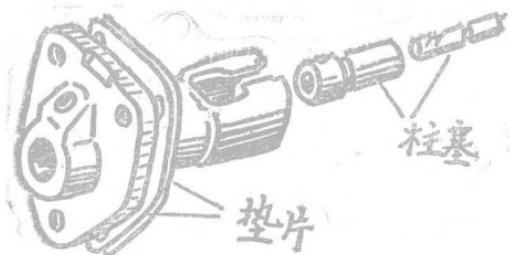

图8 更换柱塞副，要重新调整供油时间
(7) 更换零件后，没有进行必要的调整。柴油机很多零部件的工作关系是可调的，更换零部件后，往往都要调整到最佳工作状态。如果只换不调，往往会引起故障。例如更换油泵柱塞副后，要重新检查油泵的供油时间。由于更换新柱塞副后，供油时刻都会变化，容易发生供油过早或过晚的故障（见图8）。